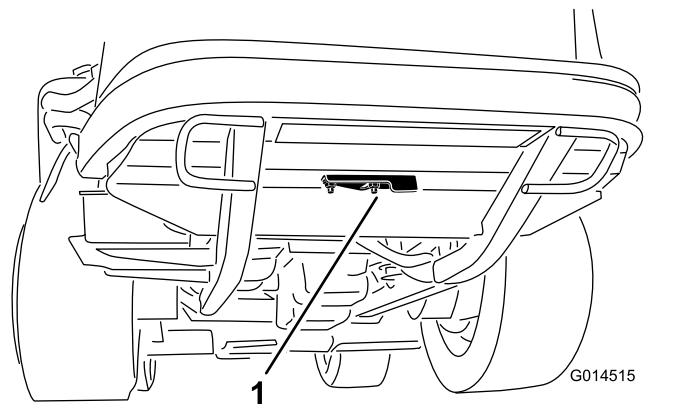

Рисунок 44
2. Ослабьте фланцевую гайку, которая крепит крышку отверстия для очистки к нижней стороне задней рамы (Рисунок 44). Поверните крышку, чтобы получить доступ к отверстию для очистки в раме.